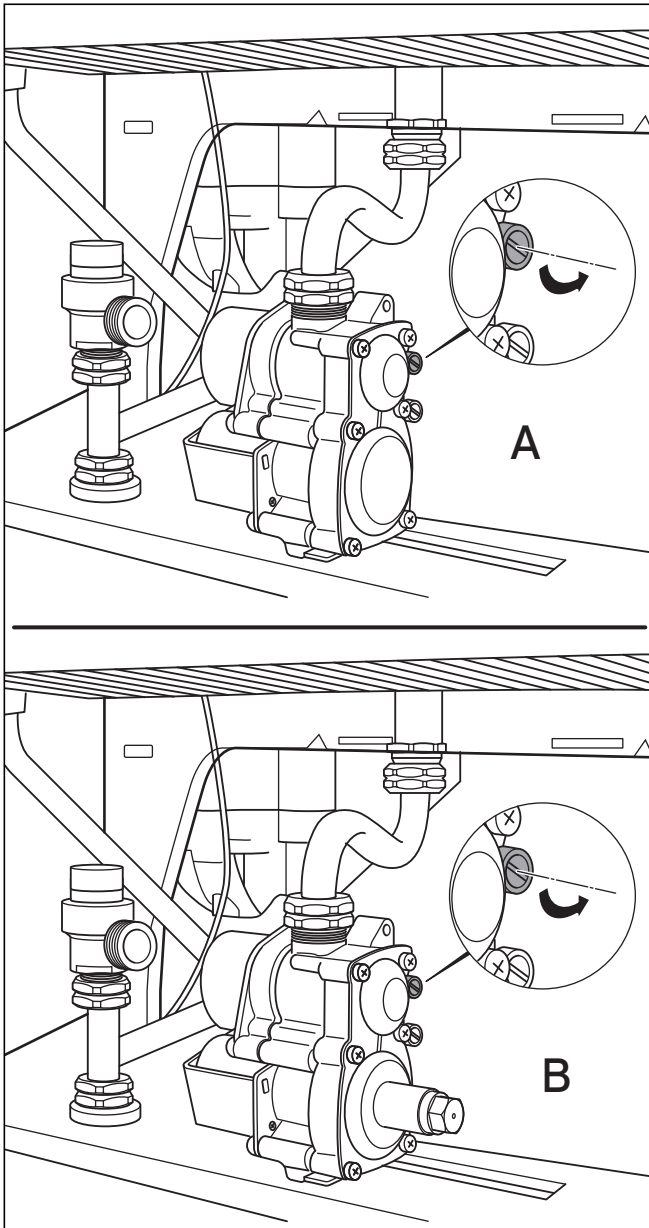

Fig. 6.4 Tobera de medición de la presión del quemador
- Suelte el tornillo de obturación de la tobera de medición para la presión del quemador (véase fig. 6.4 Tobera de medición para la presión del quemador).